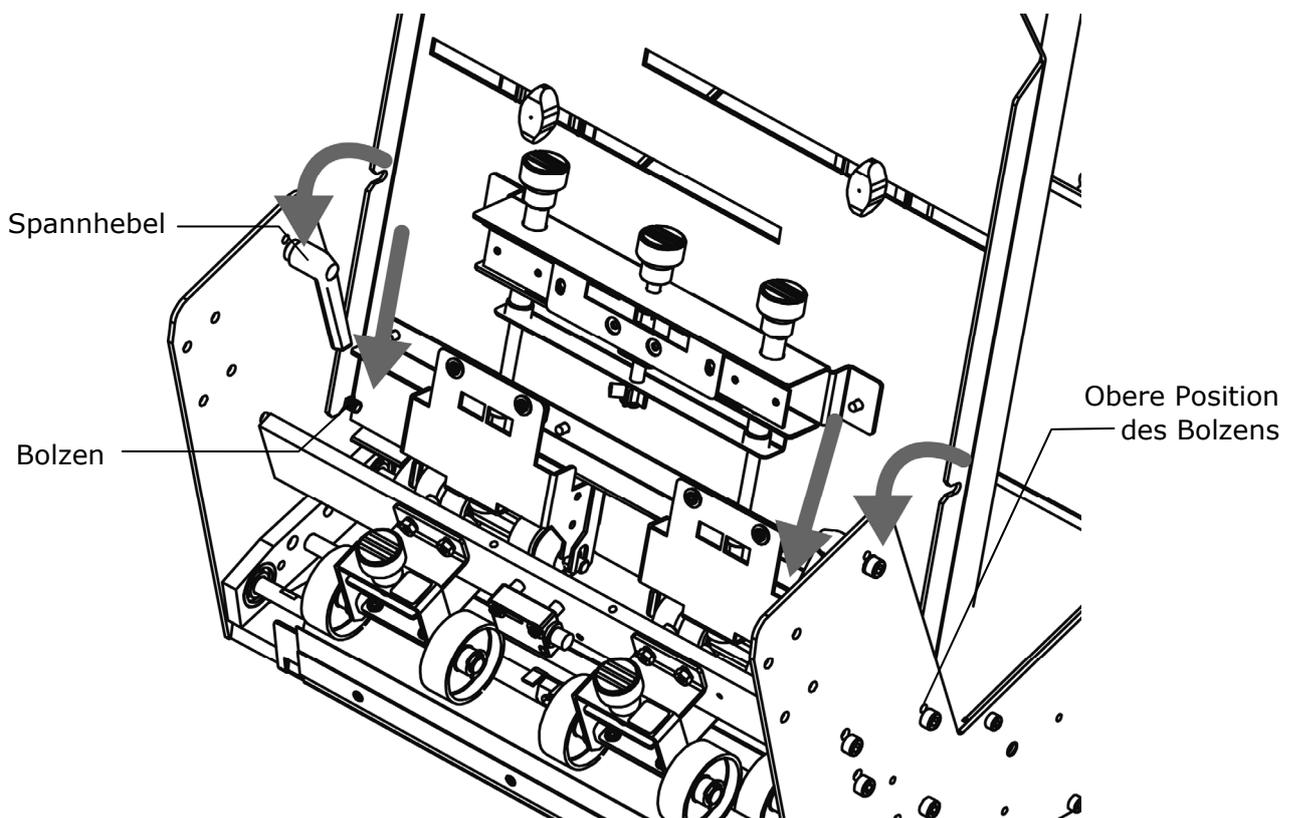

Abbildung 4: Montage des Stapelanlagebleches
- Positionieren Sie das Stapelanlageblech mit ihren beiden Aussparungen über den Stiften in der Seitenfläche (siehe nach unten zeigenden Pfeil in Abbildung 4).
- Kippen Sie jetzt das Stapelanlageblech in Richtung des gelösten Spannhebels, und befestigen Sie die Platte damit (siehe gebogenen Pfeil in Abbildung 4).
Das gesamte Stapelanlageblech kann für Materialien, die dicker als 6 mm sind, in einer höheren Position angebracht werden. Schrauben Sie einfach den Metallblock heraus (mit den daran befindlichen Spannhebeln) und montieren Sie ihn in den oberen Löchern in der Seitenfläche (siehe Abbildung 4). Dazu ist ein Innensechskant-Schraubendreher erforderlich.